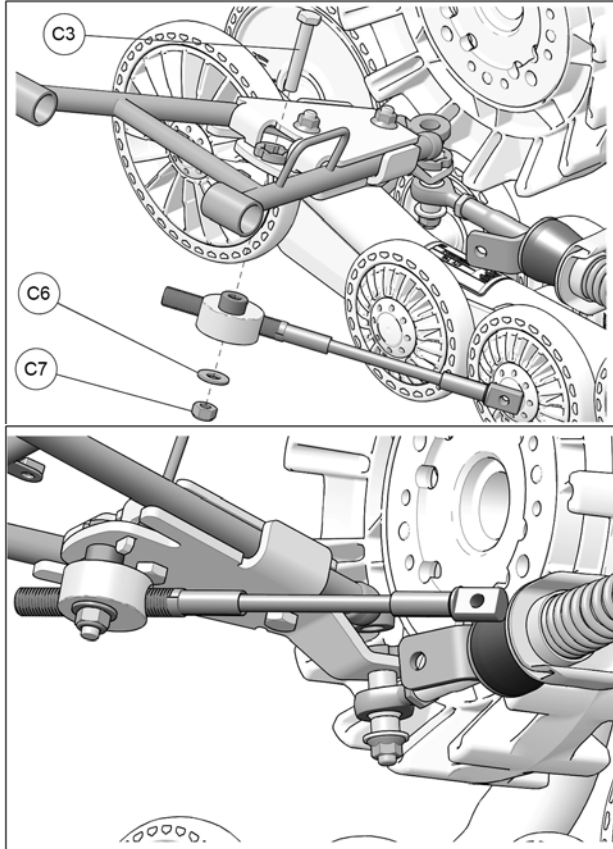

Fig. 24
12. Assembler le disque en aluminium du limiteur de conduite au trou à l'arrière de l'ancrage avant en utilisant le boulon (C3), la rondelle (C6) et l'écrou (C7). Serrer l'assemblage à un couple de 50 N•m [37 lb-pi]. Voir la Fig. 24